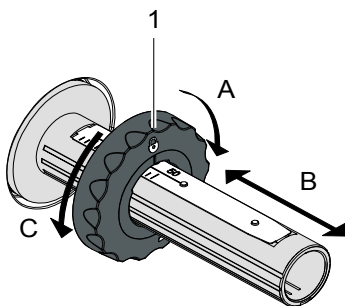

Figura 13 Ajuste del marginador
2. Girar la palanca (6) en el sentido contrario al de las agujas del reloj para abrir el cabezal de impresión.
3. Ajustar el ajustador de márgenes (1) sobre el desenrollador (5) según la anchura de la lámina (figura 13):
- Sujetar el enrollador y desbloquear el ajustador de márgenes (1) girándolo en dirección A.
- Deslizar el ajustador de márgenes (1) en dirección B y ajustarlo a la anchura de la lámina con ayuda de la escala.
- Sujetar el enrollador y bloquear el ajustador de márgenes (1) girándolo en dirección C.
4. Deslizar el rollo de transferencia (4) sobre el desenrollador (4) hasta el ajustador de márgenes (1), de modo que después de introducirlo, el recubrimiento de color de la lámina apunte hacia el lado apartado del cabezal de impresión.